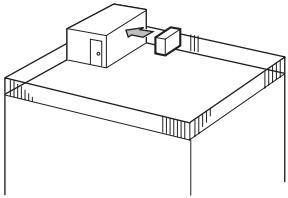

Fig. 2-2
- ① Τοποθετήστε τη μονάδα ώστε το στόμιο εξαγωγής του αέρα να είναι στραμμένο προς τον πλησιέστερο διαθέσιμο τοίχο και να απέχει περίπου 50 εκατοστά. (Fig. 2-2)